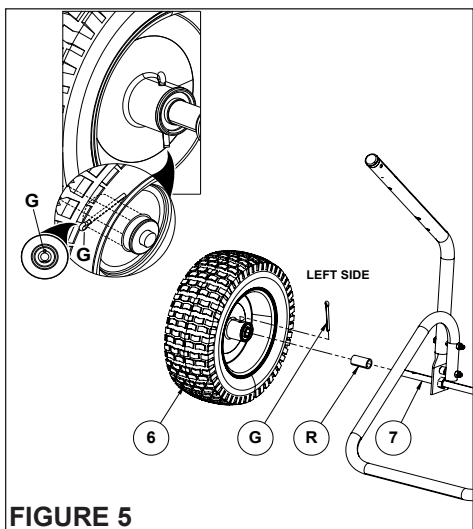

FIGURE 5
ÉTAPE 5 : (VOIR FIGURE 5)
- Faites glisser l'entretoise (R) et l'ensemble de roue (6) sur l'essieu (7).
- Fixez l'ensemble de roue à l'aide de la goupille fendue (G), comme illustré à la figure 5.
- Écartez les extrémités de la goupille fendue (G).